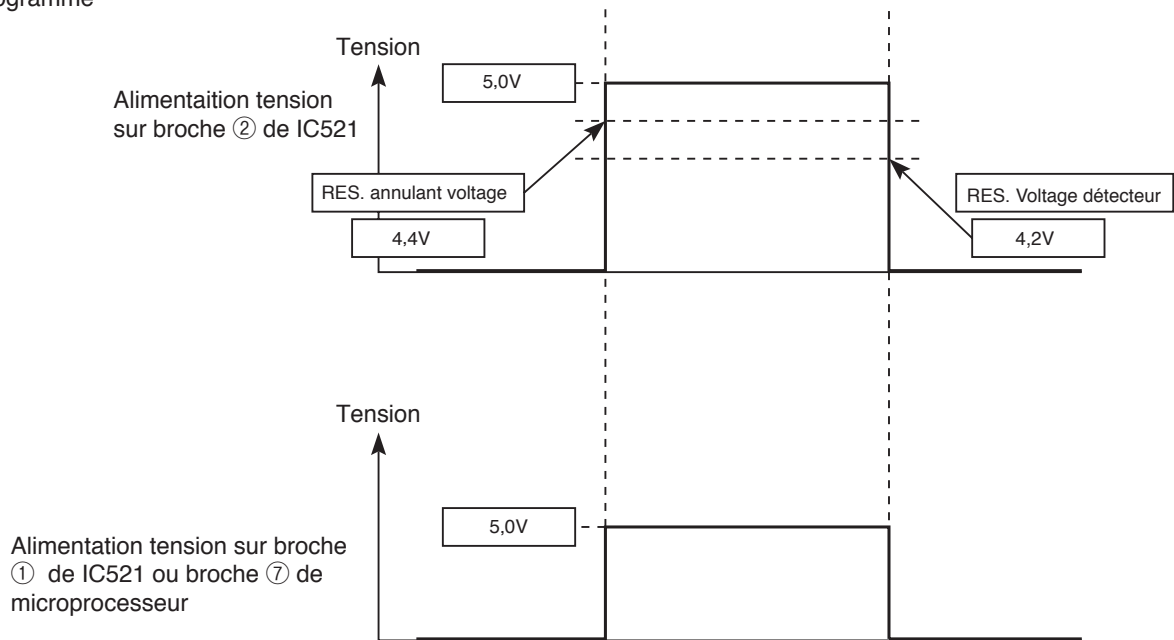

Fig. 2-2
- Le microprocesseur opère quand la broche ⑦ du microprocesseur de l'unité intérieure (entrée de remise à zéro) est "Lo" pour la remise à zéro et "Hi" pour le chauffage.
- La forme d'onde de chaque partie à la commutation d'alimentation MARCHÉ et à l'extinction est indiquée sur la Fig. 2-2.
- Après la mise sous tension, la broche ① d'alimentation tension de IC521 et la broche ⑦ de microprocesseur deviennent Hi quand la ligne 5V CC augmente et atteint environ 4,4V ou plus. Alors, la remise à zéro sera annulée et le microprocesseur se remettra à fonctionner.
- Après l'extinction, la broche ① d'alimentation tension de IC521 et la broche ⑦ de microprocesseur deviennent Lo quand la ligne 5V CC baisse et atteint environ 4,2 V ou moins. Le microprocesseur sera alors en état de remise à zéro.